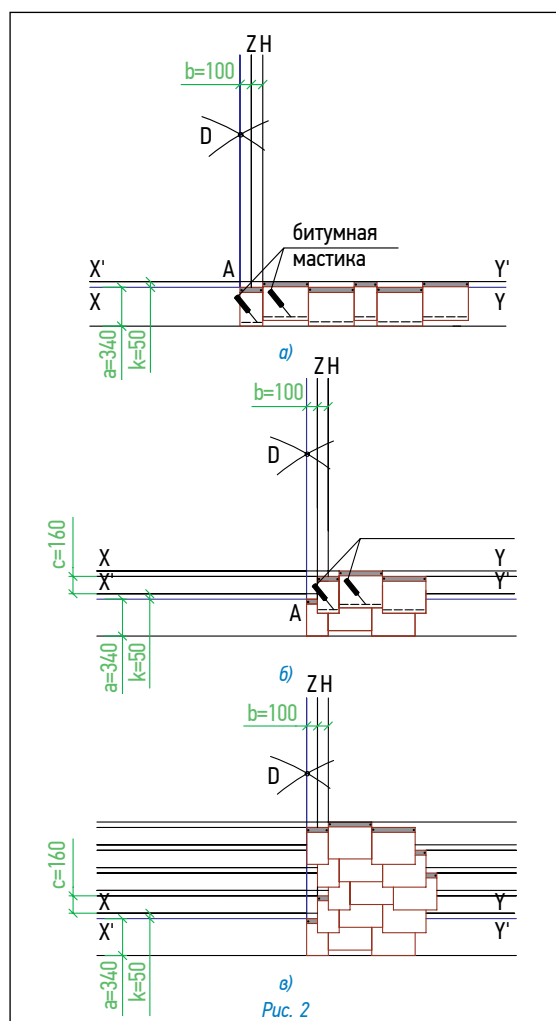

Рис. 2
### Укладка материала (рис. 2)
- третий ряд укладывается от линии H, четвертый — от линии Z, пятый — от линии AD, (рис. 2в);